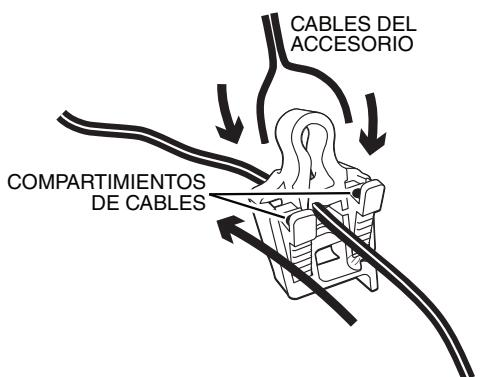

Fig. 11
- Localice el extremo de los cables del accesorio. (Fig. 11)